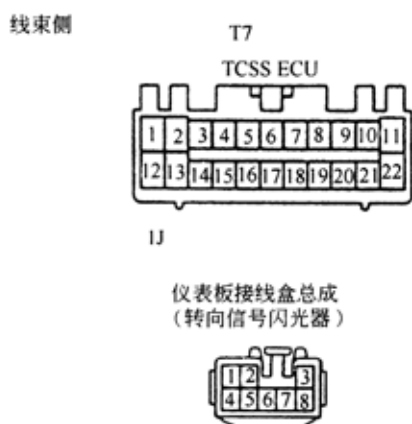

图 9-260
- (2)检查线束(TVSSECU 转向信号闪光器)，如图 9-260 所示。